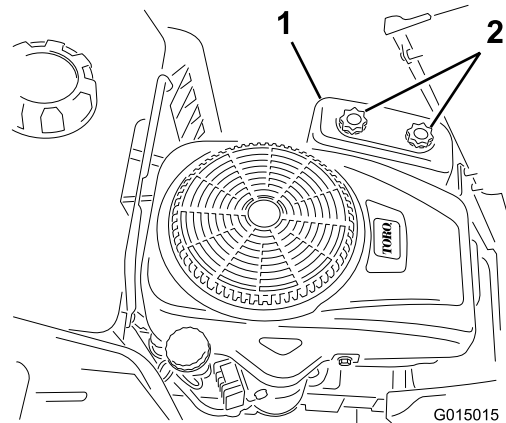

Bild 22
- Schrauben Sie die zwei Handräder ab, um die Luftfilterabdeckung abzunehmen (Bild 22).